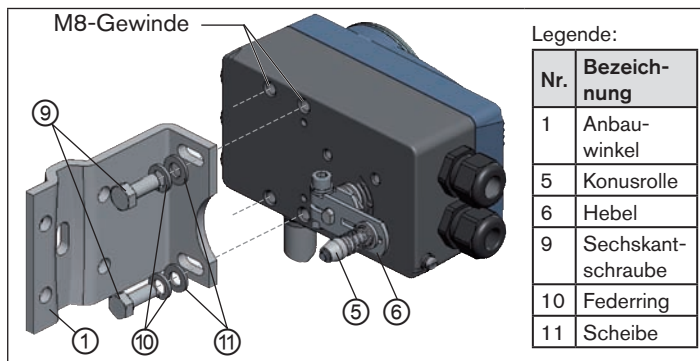

Bild 9: Anbauwinkel befestigen
→ Anbauwinkel ① mit Sechskantschrauben ⑨, Federring ⑩ und Scheiben ⑪ auf der Rückseite des Typs 8792/8793 befestigen (siehe „Bild 9“).
Die Konusrolle am Hebel des Wegaufnehmers muss im Bügel (siehe „Bild 9“) über den gesamten Hubbereich am Antrieb frei laufen können.